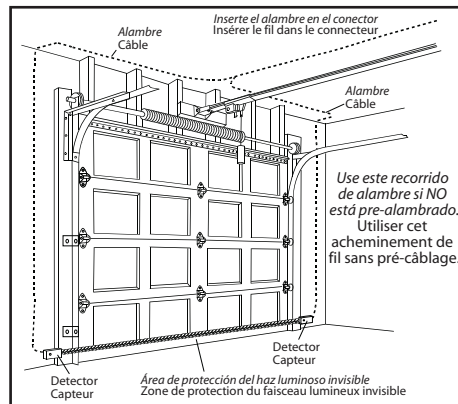

FIG. 4-6 Recorrido del alambre. Acheminement de fil.
- Sujete en forma segura los alambres a la pared y al cielo raso a medida que avance (**Fig. 4-6 en la página siguiente**).
- Bien fixer les fils au mur et au plafond au fur et à mesure (**Fig. 4-6 sur la page suivante**).